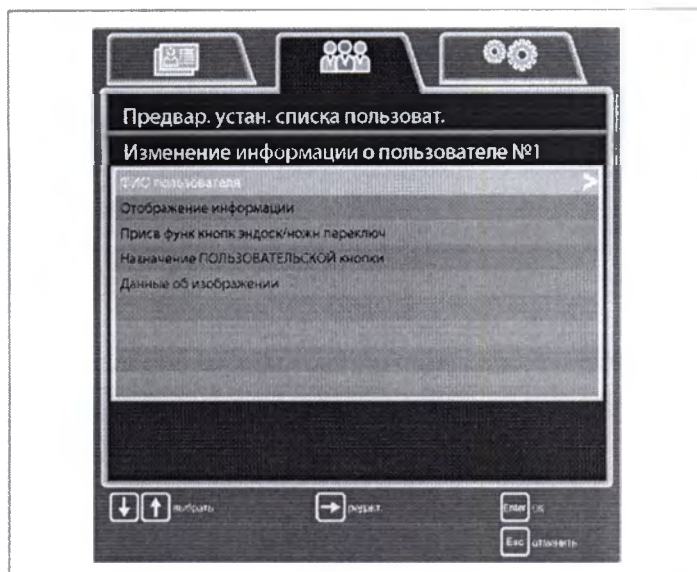

Рисунок 5.12
- Появится экран [User data edit No.*] (Изменение данных о пользователе №) (см. рисунок 5.12).